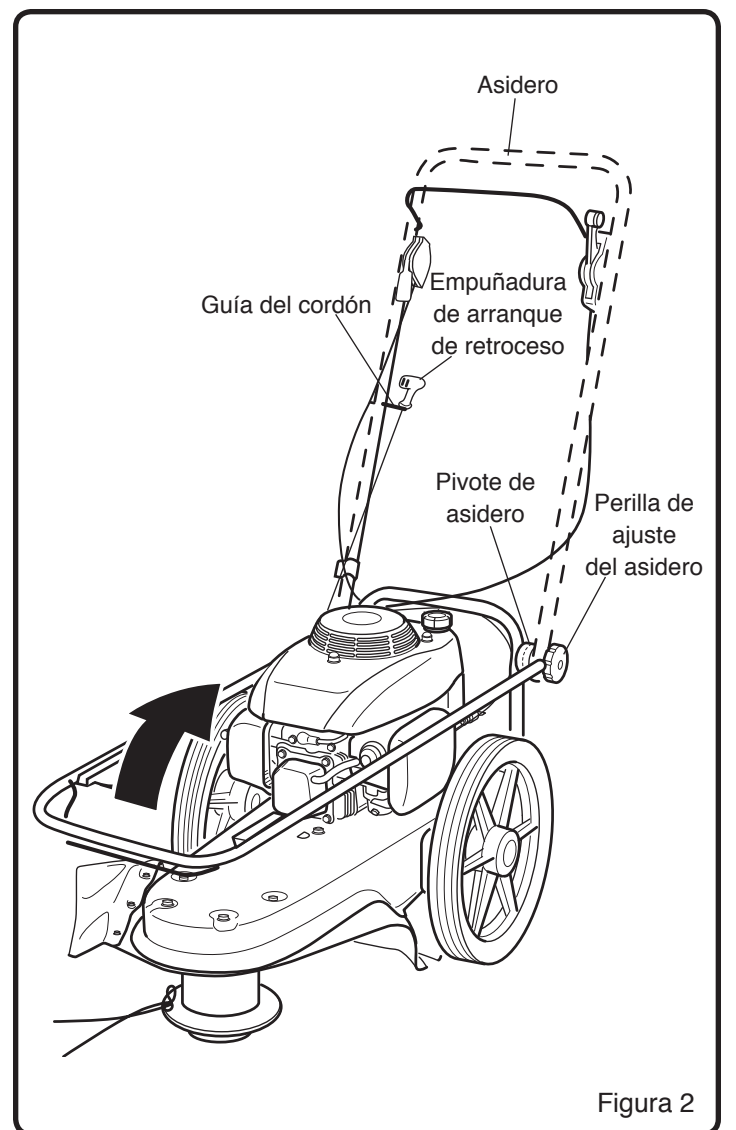

Figura 2
NOTA: Consultar la figura 2 al seguir los pasos enumerados a continuación
1. Sujetar el asidero con una mano y aflojar ambas perillas de ajuste del asidero hasta que los dientes del trinquete estén desengranados. No retirar las perillas de ajuste del asidero. (Véase la Figura 2)